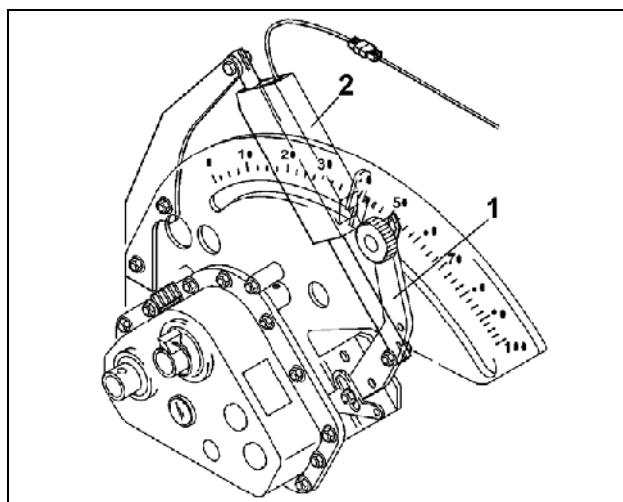

Рис. 78
- Регулировка нормы высева: При помощи рычага редуктора (Рис. 78/1) бесступенчато регулируется частота вращения высевающих катушек и таким образом устанавливается норма высева.
Для установки нормы высева сервомотор (Рис. 78/2), который приводит в действие рычаг редуктора, управляется посредством **AMATRON 3**. Установленная норма высева и значение шкалы могут считываться на дисплее **AMATRON 3**.